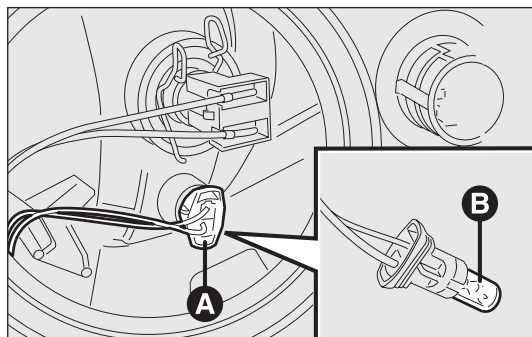

рис. 181
- ☐ выньте ламповый патрон А – рис. 181, установленный простым нажатием; выньте лампу В и замените ее;
- ☐ вновь установите ламповый патрон А – рис. 181 простым нажатием;